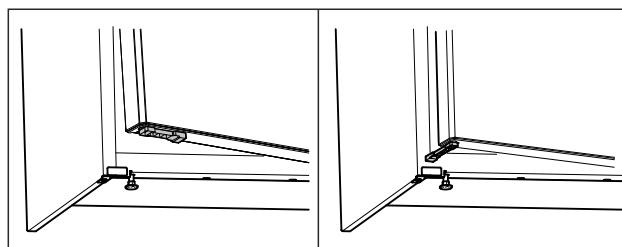

Fig. 56 *
- Omejevalnik odpiranja vrat obrnite za 90°. (glejte Fig. 56)*